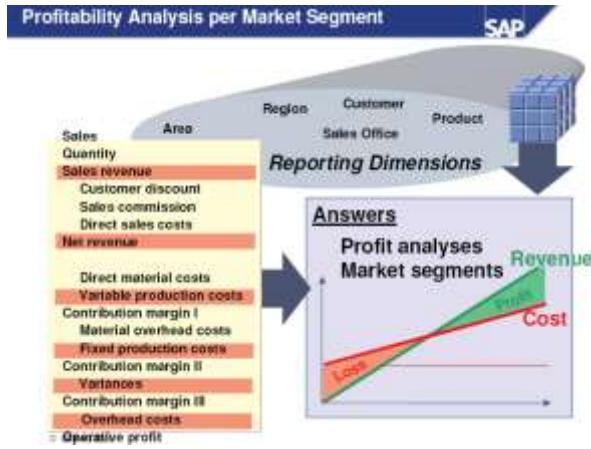

Figura 36: CO-PA(Copyright SAP AG)
**CO-PA (Profitability Analysis)** analizează profitul sau pierderea unei organizații și a marjelor de contribuție pentru segmentele comerciale ale organizației (Figura 36). Sistemul alocă costurile și veniturile corespondente pe fiecare segment de piață, determinat de produs, client, arie geografică, coduri de companie sau zona de business. Analiza profitabilității furnizează baza de informații pentru decidenți, de exemplu, pentru determinarea prețului,